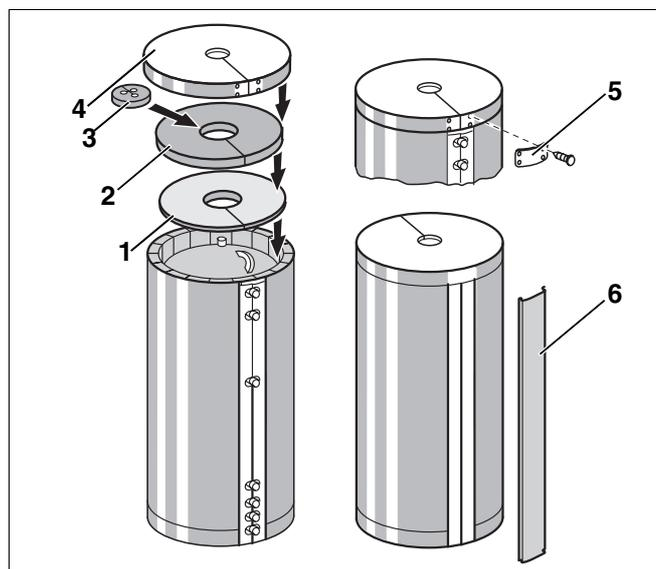

Abb. 10 Montage Wärmeschutz (Prinzipdarstellung)
- Verschlussblende (Abb. 10, **Pos. 6**) an der Vorderseite über die Verschlussleiste der Wärmeschutzmatte drücken.
- Obere Wärmeschutzscheiben (Abb. 10, **Pos. 1** und **2**) so einlegen, dass die Wärmeschutzscheibe mit der höheren Dämmstärke (Abb. 10, **Pos. 2**) mit der Wärmeschutzmatte abschließt.
- Einlegeteil mit Aussparungen (Abb. 10, **Pos. 3**) für Speicheranschlüsse einsetzen.
- Speicherhaube (Abb. 10, **Pos. 4**) über die Wärmeschutzscheibe und den Rand der Wärmeschutzmatte stülpen.
stiften verschließen (Abb. 10, **Pos. 5**).